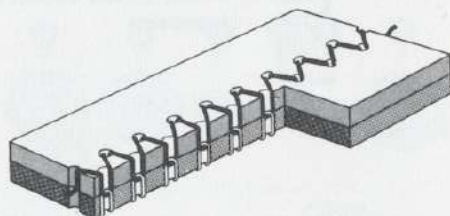

Abb. 18
1.2 Die Zickzacknaht (Abb. 18)